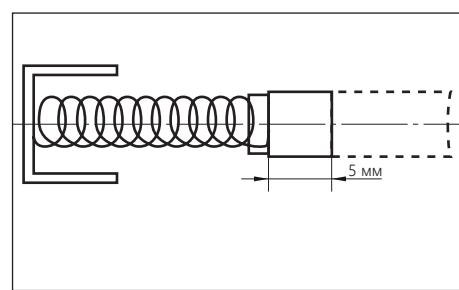

Рисунок 12.
- замените щётки, если их графитовая поверхность изношена и длина меньше 5 мм (рис. 12);